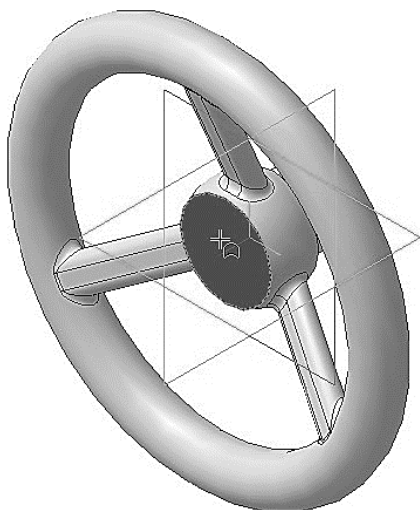
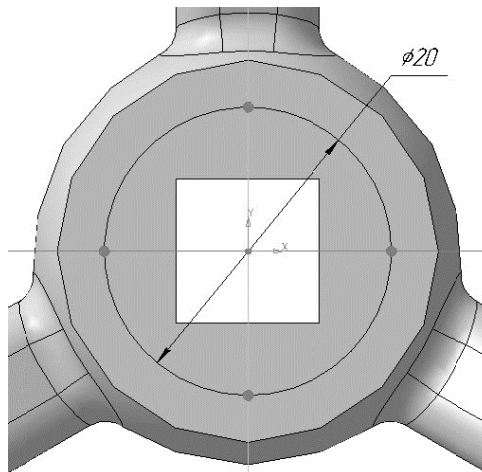
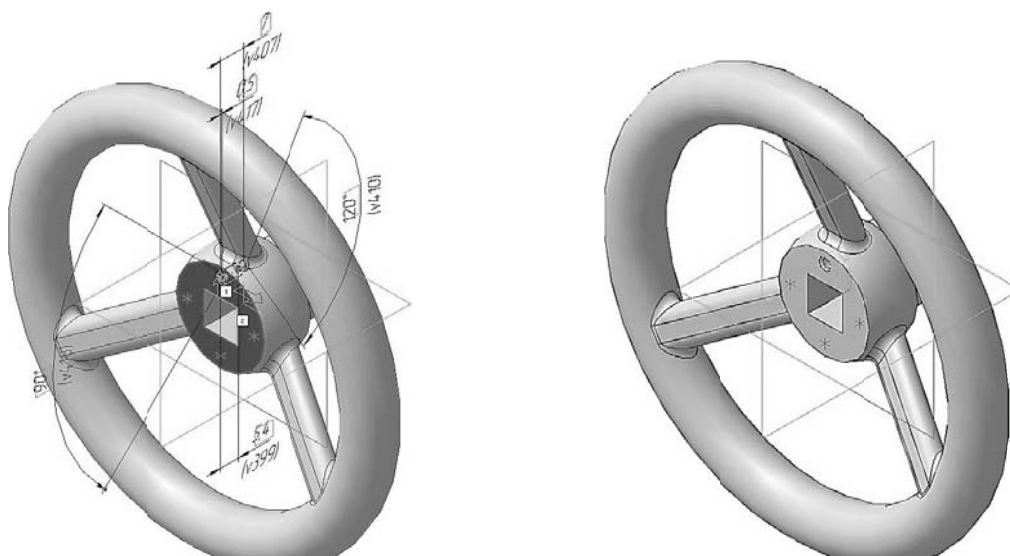

Рис. 38. Выбор грани для построения в ней эскиза
Рис. 41. Построение Эскиза:6
Рис. 43. Построение отверстия с зенковкой и резьбой:
Укажите переднюю грань основания детали (рис. 38) и нажмите кнопку **Эскиз** на панели **Текущее состояние**. Вычертите квадрат 10×10 мм, центр которого должен располагаться в начале координат, (рис. 39).
Укажите переднюю грань основания детали (рис. 38) и нажмите кнопку **Эскиз** на панели **Текущее состояние**. Вычертите окружность, центр которой должен располагаться в начале координат, диаметром 20 мм (рис. 41). Построенная окружность будет являться расстоянием, на котором будут располагаться центры проектируемых отверстий.
На построенной окружности поставьте точки согласно рис. 41. В дальнейшем через данную точку будет проходить центр проектируемого отверстия. После нанесения точки, построенную ранее, окружность можно удалить.
• Укажите переднюю грань основания детали (рис. 38) для построения отверстия. Фантом отверстия с текущими параметрами появится в окне документа (рис. 43). Центр отверстия по умолчанию располагается в точке начала координат эскиза, в котором создается отверстие. Чтобы разместить отверстие в другом месте, укажите верхнюю точку в **Эскизе:7**;
Нажмите кнопку **Создать объект**  на Панели специального управления – система построит глухое отверстие в детали (рис. 43 а, б). В Дереве модели появиться строка **Отверстие:1**.